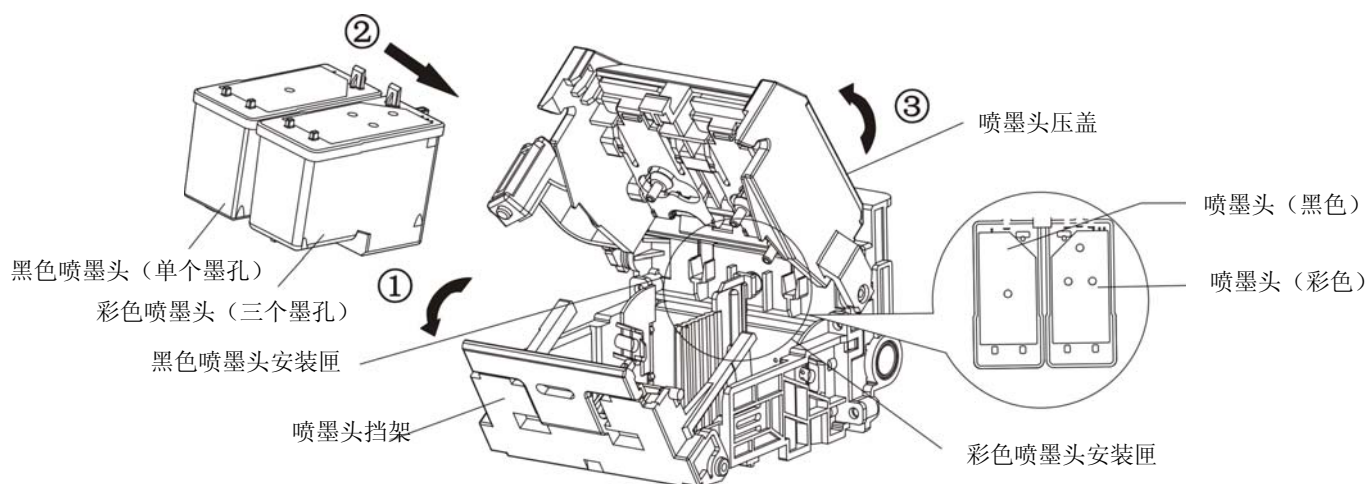

图 A-6 安装喷墨头
- ④ 将新喷墨头安装在字车架上并确保按压到位，然后合上喷墨头压盖并稍用力向下按压，听到“咔”的一声响后，安装完成。（如图 A-6、A-7 所示）